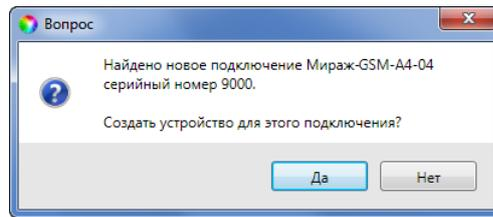

Рис. 4.3. SMA-разъем для подключения GSM-антенны
- 5) Подключите к контроллеру GSM-антенну (Рис. 4.3), если вы ее приобрели.